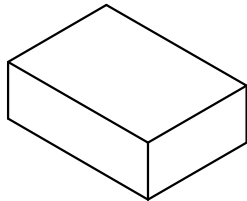

图3 内盒包装
- 2：如图3，每内盒装5小袋，装盒后贴上物料标签，数量为5X1000pcs。